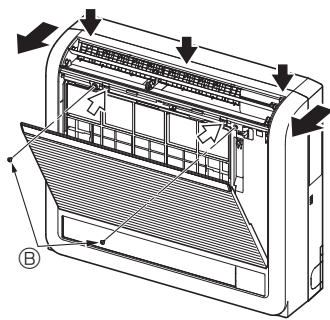

Fig. 3-3
- 1) Надавите в 2-х местах, указанных стрелками $\Leftarrow$, и откройте переднюю решетку. (Fig. 3-3)